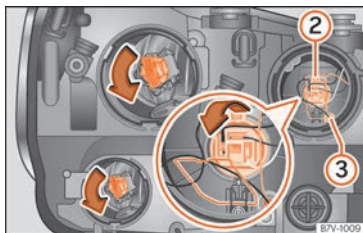

Abb. 63 Linker Scheinwerfer.
- Drahtbügel in Pfeilrichtung kräftig nach unten drücken und Lampenhalter **»» Abb. 63 2** mit der Glühlampe nach hinten herausziehen.
- Lampenhalter **»» Abb. 63 ③** mit der Glühlampe nach hinten herausziehen.